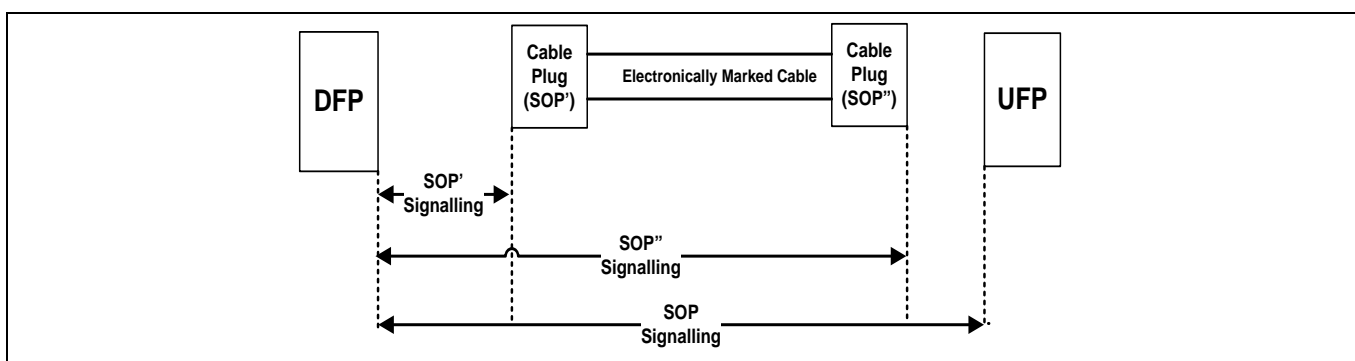

Figure 8 SOP* 通信
ケットの開始) (SOP) と呼ばれます。規定されるシーケンスは 3 つあります: SOP、SOP'、SOP''。SOP* は 3 つの SOP シーケンスをまとめて示すために使用されます。Figure 8 で SOP* パケットを定義と区別します。
- **SOP' パケット:** ケーブル プラグで通信するために使用される SOP シーケンスで開始する任意のパワー デリバリー パケット。SOP' パケットは、DFP に接続されるケーブル プラグ (Figure 8 のケーブル プラグ マーク SOP') 内の電子装置で認識され、UFP 内のほかのケーブル プラグやポート パートナーで認められません。
- **SOP'' パケット:** SOP' パケットが他のケーブル プラグと通信するために使用される時に、ケーブル プラグとの通信に使用される SOP'' シーケンスで開始する任意のパワー デリバリー パケット SOP' パケットは、UFP に接続されるケーブル プラグ (Figure 8 のケーブル プラグ マーク SOP') 内の電子装置のみで認識され、DFP に接続されるケーブル プラグや UFP 内のポート パートナーで認められません。